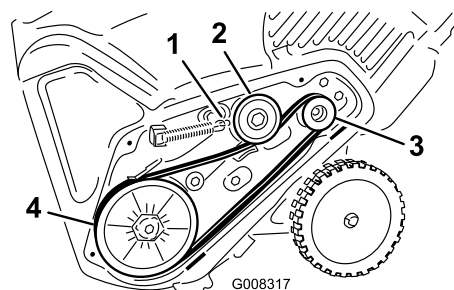

Figure 38
8. Raccrochez le ressort de frein au bras de la poulie de tension (Figure 38).
5. Montez et acheminez la nouvelle courroie comme indiqué à la (Figure 38).